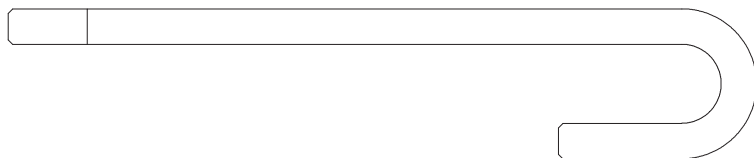

Рис. 18 Механическая кочерга
- Так же в комплекте горелки используется съемный, механизм автоматической механической чистки горелки – механическая кочерга (**Рис. 18**). Механическая кочерга предназначена для работы комплекта горелки с интервалом технического обслуживания от 24 до 72 часов.